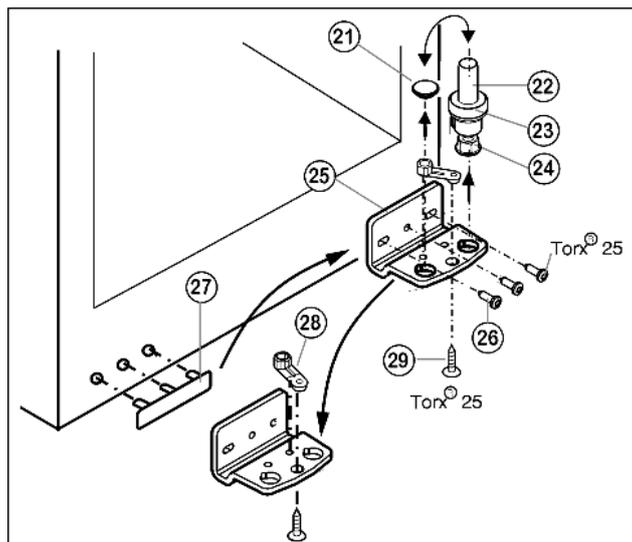

Fig. 5
- ▶ Lagerbolzen Fig. 5 (22) komplett, mit Scheibe Fig. 5 (23) und Stellfuß Fig. 5 (24), nach oben herausziehen.
- ▶ Stopfen Fig. 5 (21) abheben.
- ▶ Lagerbock Fig. 5 (25) abschrauben Fig. 5 (26).
- ▶ Lagerteil Fig. 5 (28) abschrauben Fig. 5 (29) und in das gegenüberliegende Aufnahmeloch des Lagerbocks umsetzen, wieder festschrauben.
- ▶ Griffseitige Abdeckung Fig. 5 (27) vorsichtig abheben und auf die Gegenseite umsetzen.
- ▶ Lagerbock Fig. 5 (25) auf der neuen Scharnierseite ggf. mit Hilfe eines Akkuschaubers **fest (mit 4 Nm)** wieder anschrauben.
- ▶ Stopfen Fig. 5 (21) in das andere Loch wieder einsetzen.
- ▶ Lagerbolzen Fig. 5 (22) komplett, mit Scheibe und Stellfuß, wieder einsetzen. Dabei darauf achten, dass der Rastnocken nach hinten zeigt.
- ▶ Tür von oben auf Lagerbolzen unten Fig. 5 (22) aufsetzen.
- ▶ Oberen Lagerbock (12) auf der neuen Scharnierseite in die Tür einsetzen.
- ▶ Oberen Lagerbock (12) **fest (mit 4 Nm)** anschrauben (2 mal Torx® 25) (13). Schraublöcher evtl. vorstechen oder Akkuschauber verwenden.
- ▶ Abdeckung (10) und Abdeckung (11) jeweils auf der Gegenseite aufrasten.
- ▶ Die Tür evtl. über die beiden Langlöcher im Lagerbock unten Fig. 5 (25) fluchtend zum Gerätegehäuse ausrichten. Dazu mittlere Schraube herausdrehen.